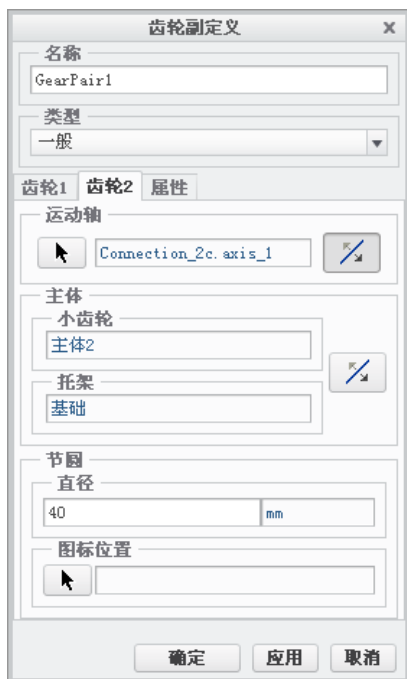

图 9.6.16 “齿轮副定义”对话框
Step3. 点击“齿轮副定义”对话框中的 **齿轮2** 标签, “齿轮副定义”对话框转换为图 9.6.16 所示, 在该对话框中进行下列操作:
(2) 输入齿轮 2 节圆直径: 在图 9.6.16 所示的对话框中的“节圆直径”文本框中输入数值 40。